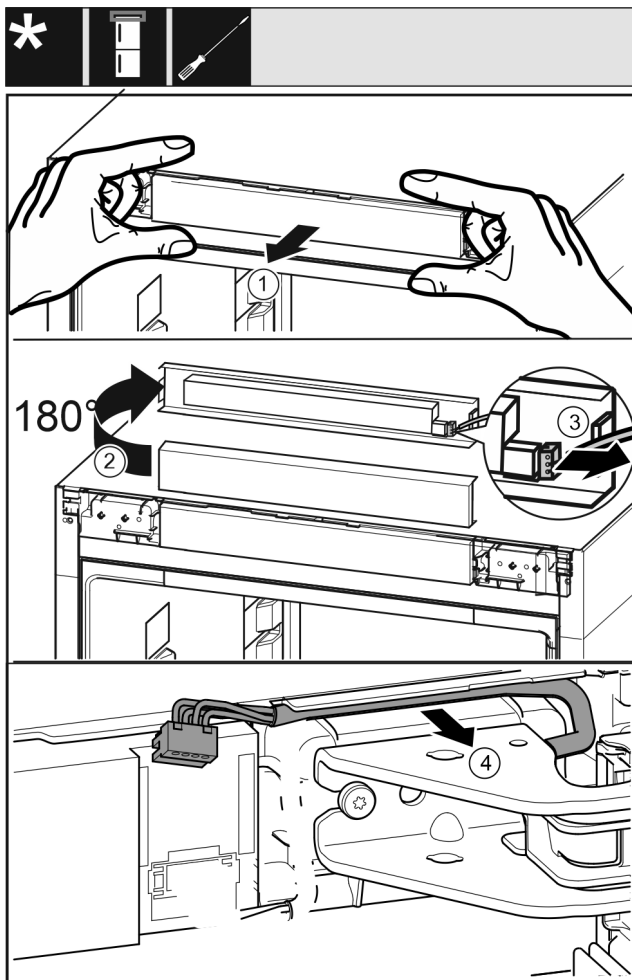

Fig. 23
- ▶ Opatrne uvoľnite obslužný kryt Fig. 23 (1) dopredu.
- ▶ Otočte obslužný kryt Fig. 23 (2) nahor o 180°.
- ▶ Potlačte výstupok Fig. 23 (3) dozadu a opatrne vytiahnite zástrčku.
- ▶ Kábel Fig. 23 (4) nad ložiskovou konzolou opatrne uvoľnite z vedenia.